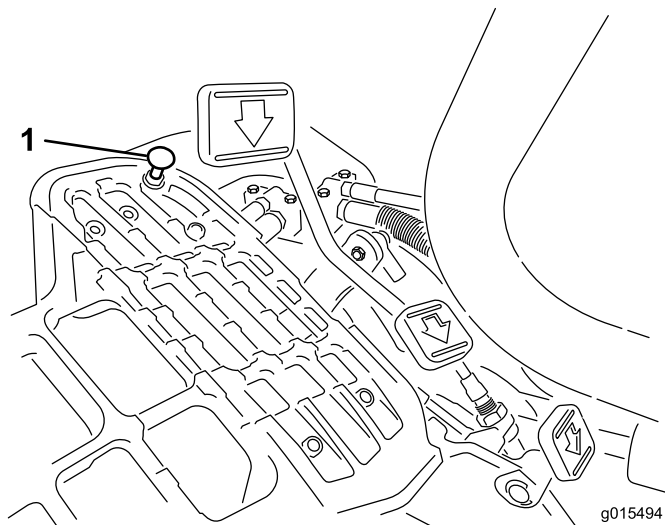

Figura 50
Para obter a velocidade máxima de transporte, engate a alavanca de controlo de função na posição de transporte e carregue para baixo no pedal de tração. Se o pedal entrara em contacto com o batente (Figura 50) antes de se sentir tensão no cabo, é necessário efetuar um ajuste:
1. Ponha a alavanca de controlo de função na posição de transporte e liberte a porca de bloqueio que fixa o batente do pedal à placa inferior (Figura 50).